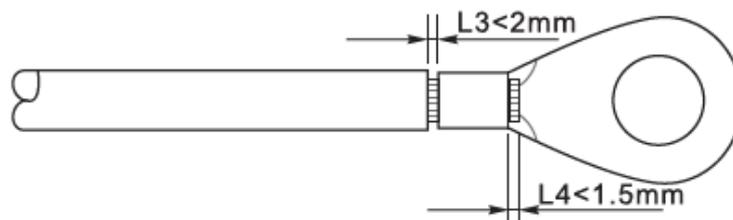

Figure 10 - Préparation du câble de terre (2)
1) Insérer les fils nus dans la borne OT et les sertir à l'aide d'un outil de sertissage, comme illustré à la Figure 10.